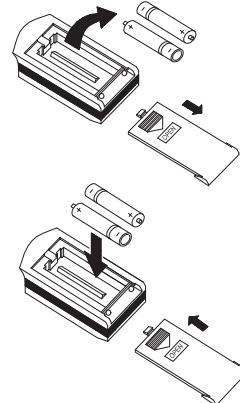

Рис. 4.5
- Для извлечения батареек, при замене, необходимо сдвинуть крышку пульта управления в направлении стрелки (см. рисунок 4.5) извлечь батареек и установить новые.